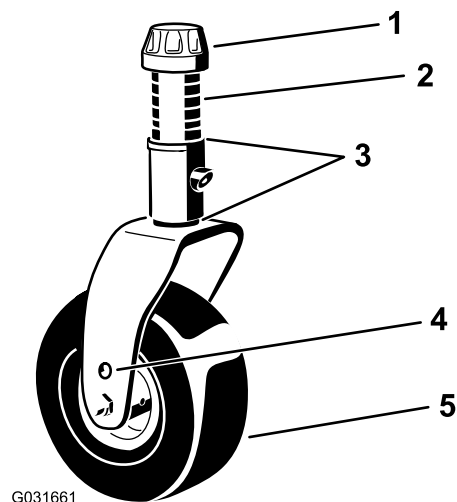
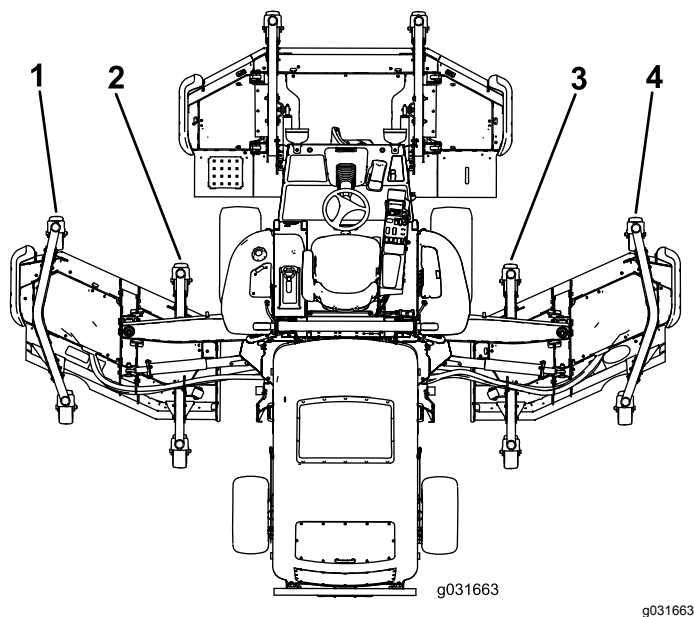

Figura 28
Figura 29
- Si el borde interior de la unidad de corte lateral está demasiado alto respecto al borde exterior de la unidad de corte delantera, retire 1 suplemento de la parte inferior del brazo interior delantero de la rueda giratoria en la unidad de corte lateral (Figura 28 y Figura 29).
- Si el borde interior sigue estando demasiado alto, retire otro suplemento de la parte inferior del brazo interior delantero de la rueda giratoria de la unidad de corte lateral y un suplemento del brazo exterior delantero de la rueda giratoria de la unidad de corte lateral (Figura 28 y Figura 29).
- Si el borde interior de la unidad de corte lateral está demasiado bajo respecto al borde exterior de la unidad de corte delantera, añada 1 suplemento (3 mm) a la parte inferior del brazo interior delantero de la rueda giratoria en la unidad de corte lateral (Figura 28 y Figura 29).